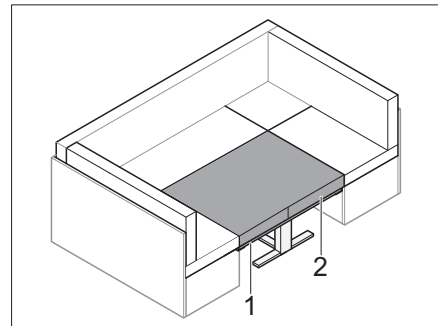

Bild 70 Eingelegtes Zusatzpolster
- Mitgeliefertes Zusatzpolster (Bild 70,2) einlegen.